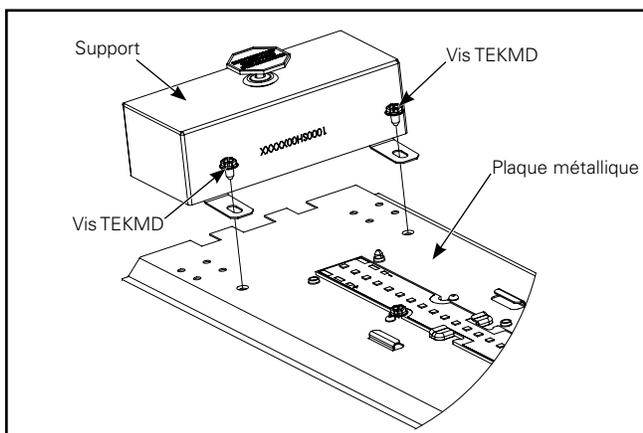
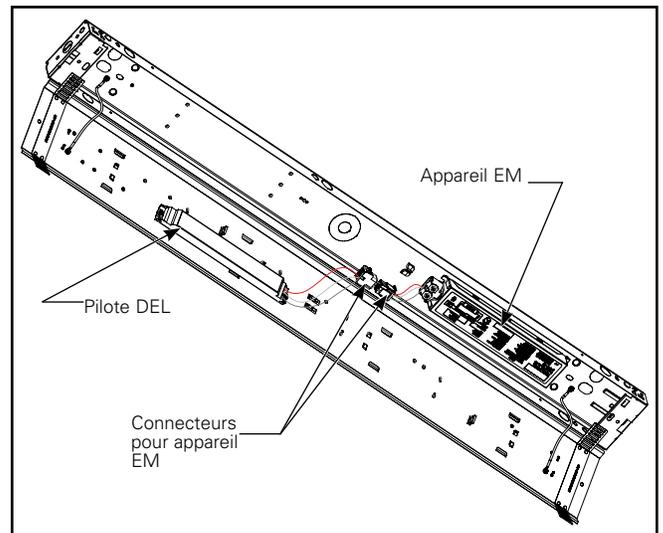

Figure 7.
Figure 8.
1. Câblage – Retirez le support avant d'installer la plaque métallique (Figure 7). Suspendez la plaque métallique SSRK de manière à permettre le câblage (Figure 8) et effectuez le raccordement entre l'appareil EM et le pilote DEL. Acheminez le câble de l'interrupteur d'essai de l'appareil EM à l'extrémité de la plaque métallique par les fentes d'extrémité et acheminez le câble vers le trou de fixation du rail de la douille, le cas échéant. Lorsque vous accouplez la plaque métallique au profilé, guidez le câble de l'interrupteur d'essai de l'appareil EM dans la fente correspondante de la plaque métallique en vous assurant que le câble de l'appareil EM est accessible afin de pouvoir le raccorder à l'interrupteur d'essai de l'appareil EM.